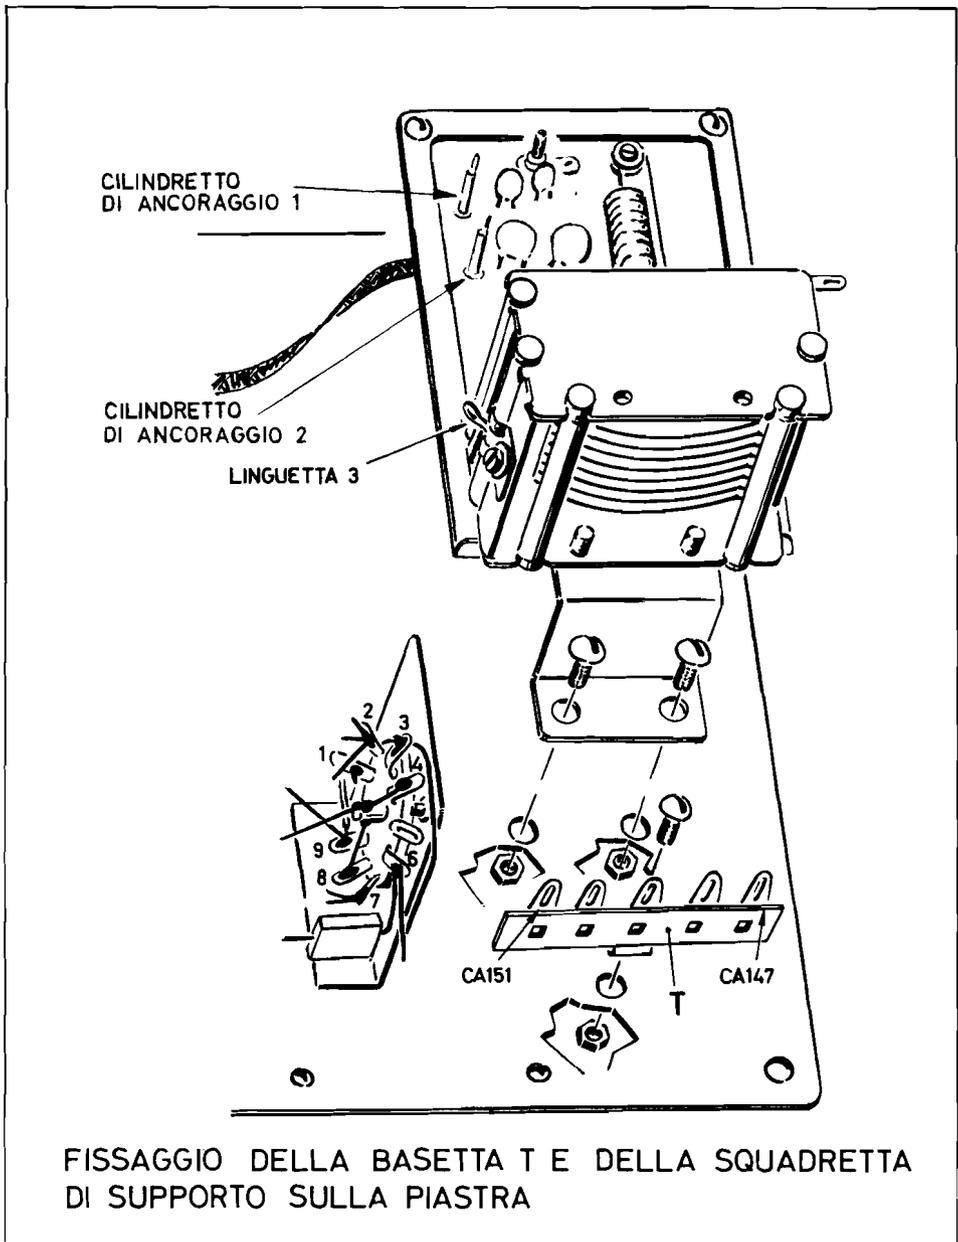

Fig. 14
a) Mediante una vite da 3×6 mm ed un dado da 3 MA fissi, nel foro della piastra indicato nella *fig. 13*, una basetta a cinque capicorda, con il lato interno rivolto verso il foro da 15 mm della piastra (*fig. 14*). Questa basetta assumerà la sigla T ed i capicorda ad essa relativi saranno numerati dal CA147 al CA151.
15 mm della piastra e disponga la squadretta di supporto in modo che i suoi fori di fissaggio si trovino in corrispondenza dei fori della piastra indicati nella *fig. 13*. Fissi la squadretta alla piastra mediante due viti da 4×6 mm e due dadi da 4 MA (*fig. 14*). Controlli che il perno di sintonia sia esattamente centrato rispetto al foro della piastra; in caso contrario allenti le viti ed i dadi di fissaggio della squadretta di supporto e sposti leggermente il gruppo MF in un senso o nell'altro rispetto ai relativi fori di fissaggio; dopo avere centrato il perno serri nuovamente a fondo le viti ed i dadi.